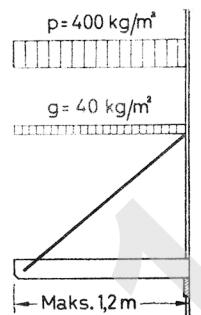

Fig. 03.
- 03 Kommunal- og arbeidsdepartementets byggeforskrifter, kap. 3, § 1, bestemmer at slike balkonger skal beregnes for nyttelast $p = 400 \text{ kg/m}^2$. Egenvekten for de konstruksjoner som er vist, er regnet til $g = 40 \text{ kg/m}^2$, fig. 03.